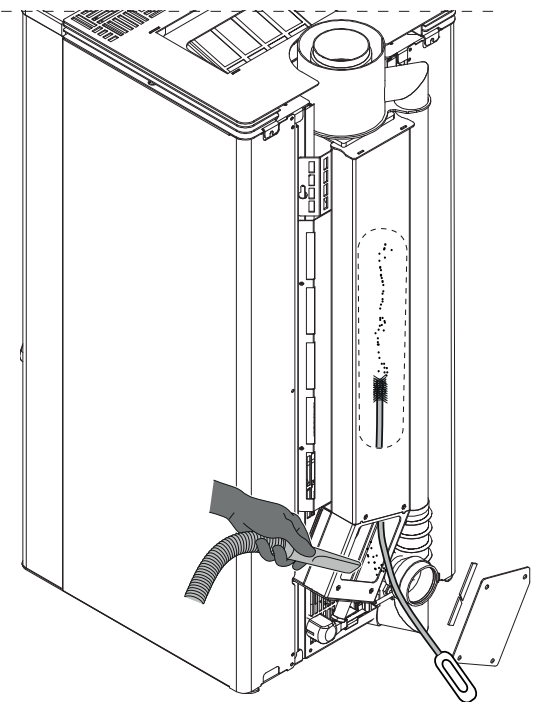

Fig. 6.1.3
6.1.4 NETTOYAGE DU CONDUIT D'ÉVACUATION DES FUMÉES DU POÊLE (Fig. 6.1.3)